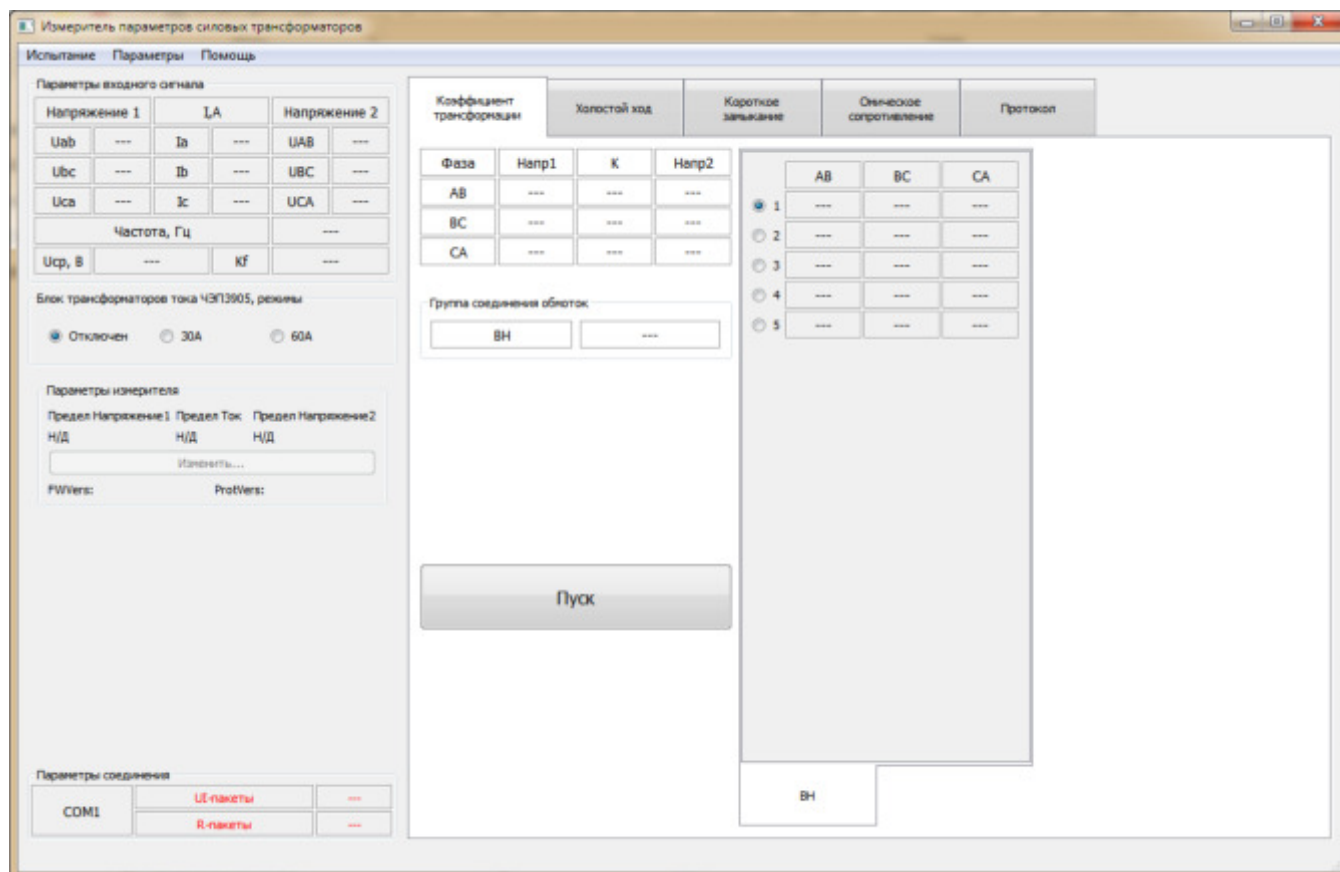

Рис. 6. Основное рабочее окно программы с панелью «Испытания»
3) В разделе «Испытания» диалогового окна указываем те испытания, которые планируются к проведению. После чего нажимаем кнопку «Создать». В результате будет создана рабочая панель с требуемым набором вкладок, в которые будут заноситься результаты испытаний. Пример представлен на рис. 6.